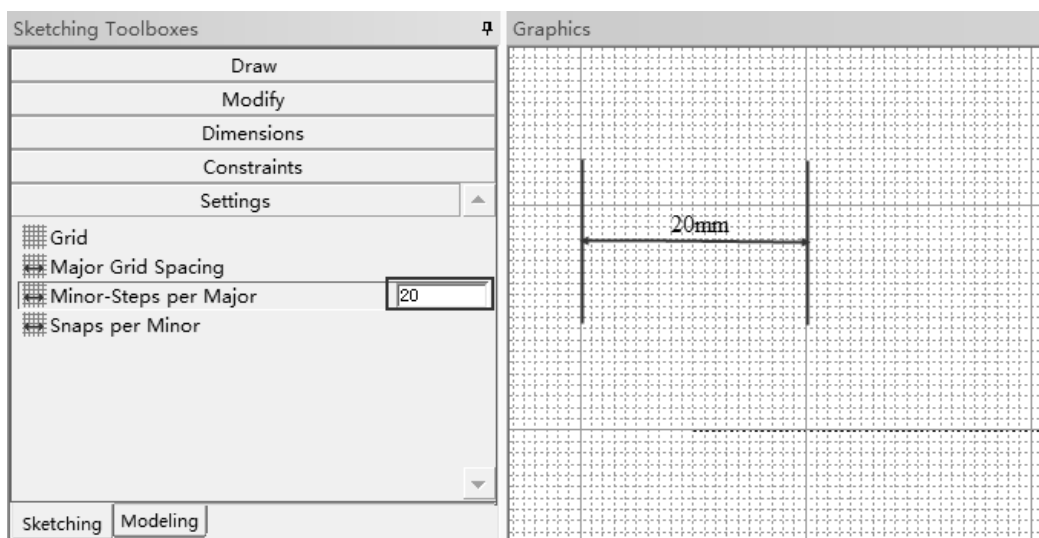

图 2-37 主栅格大小
(2) 在 Settings (设置) 菜单下选择 Major Grid Spacing 命令, 使 Major Grid Spacing 图标处于凹陷状态同时在后面生成 10 mm , 在此文本框中输入主栅格的大小, 默认为 10mm, 将此值改成 20mm 后在用户交互窗口出现如图 2-37 右侧所示的栅格。